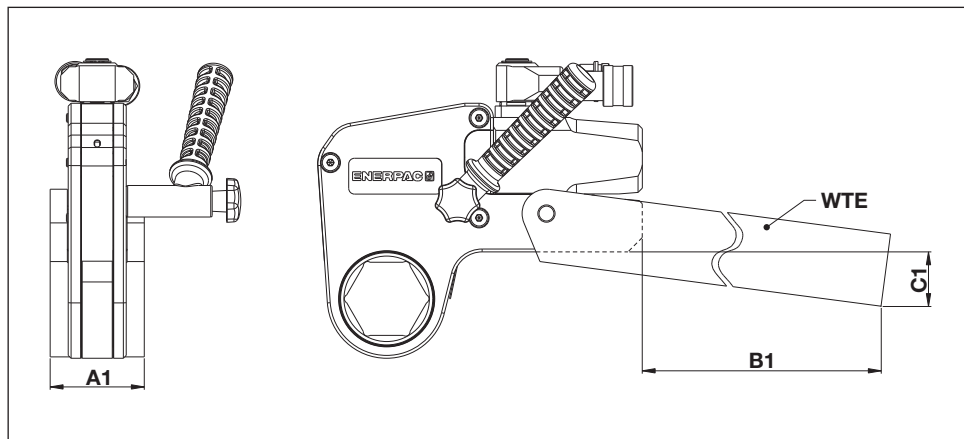

Fig. 21
6.1.1 Dimensões, Braço de Reação Longo, série WTE (fig. 21)